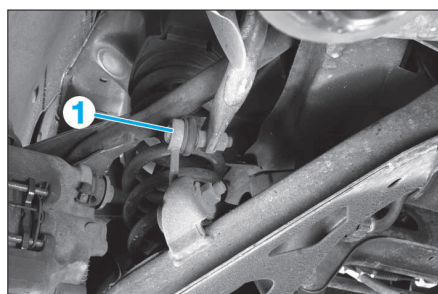

FIG. 52
- Désaccoupler la biellette de barre stabilisatrice (1) (Fig.52) du bras de suspension.